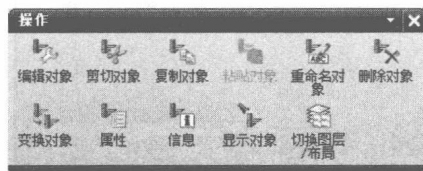

图 1-9 对象【操作】工具栏
③ 对象【操作】工具栏。这些图标都是针对工序导航器中的各种对象实施某些动作的工具，如图 1-9 所示。